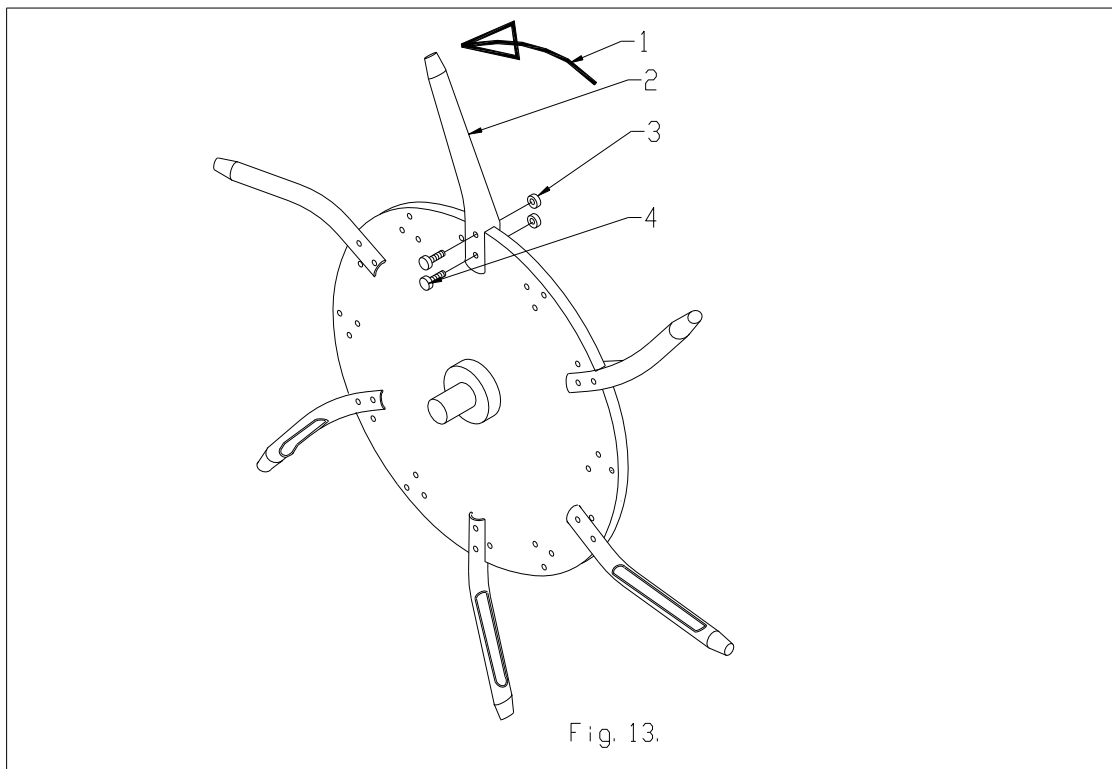

Fig. 13.
11.4 HULE PENNE-KIT (se fig.13).
Monter dem som vist på fig. 13. Fordel dem jævnt over skiven. Når du vil bruge 12 knive pr. skive, skal du simpelthen bare bestille endnu et kit.